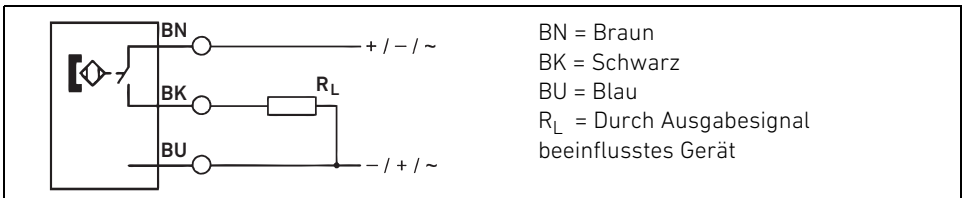

Abb. 8: Anschluss des Sensors
5. Schließen Sie die Sensoren wie in Abb. 8 gezeigt an.
3. Positionieren Sie den Sensor im Sensorhalter und schließen Sie ihn gemäß Abb. 8 auf Seite 16 an.
4. Richten Sie die Position des Sensors bei Bedarf aus, indem Sie die Befestigungsschraube des Sensorhalters (2) lockern. Drehen Sie die Schraube fest, sobald der Halter in der gewünschten Position ist.